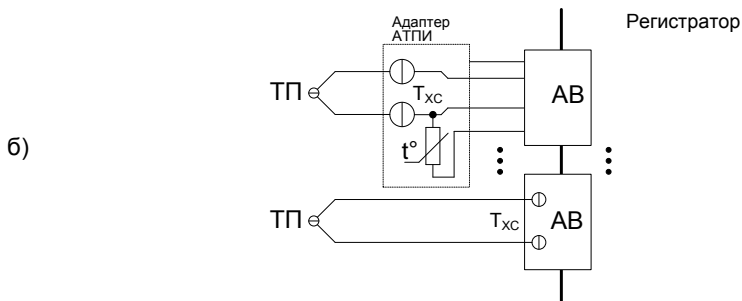

Рисунок 2.13 Компенсация холодного спая внешним датчиком
- АВ1-АВ12, МВ1-МВ4 – измерение температуры холодного спая одним из каналов регистратора. Для этого следует сконфигурировать соответствующее количество каналов регистратора для измерения ТП и один канал для измерения температуры холодного спая (чаще всего – термопреобразователем сопротивления - ТС). Затем, у всех каналов ТП указать в качестве параметра "Изм-е Тхс" канал, измеряющий температуру холодного спая. При использовании для компенсации т.э.д.с. холодного спая адаптера АТПИ (рисунок 2.13 б) следует указать номер того канала, к которому он подключен.